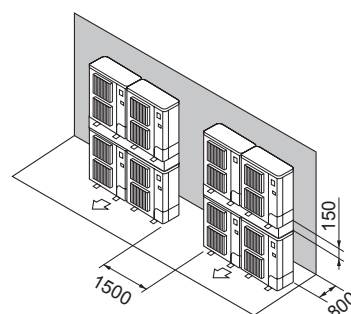

Fig. 2-18
- ⑦ Raspored jedinica položenih jedna na drugu (Fig. 2-18)